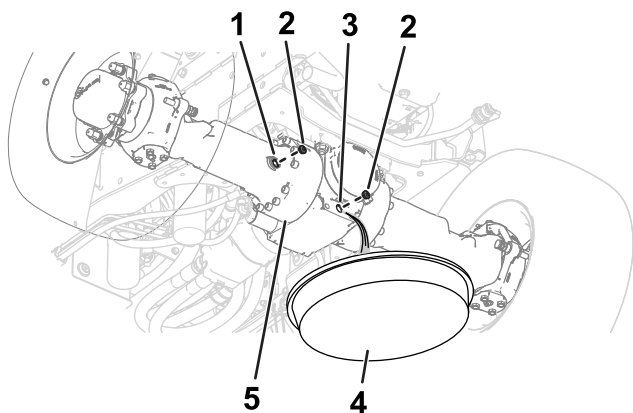
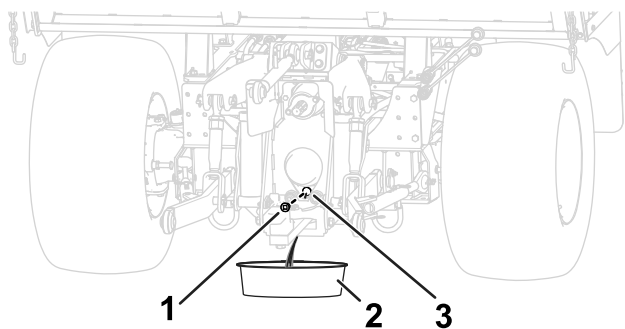

Figure 99
Figure 100
1. Placez un bac de vidange sous le carter de différentiel du pont (Figure 99 et Figure 100).
2. Retirez les bouchons de l'orifice de contrôle et de l'orifice de vidange des carters de différentiel des ponts (Figure 99 et Figure 100).